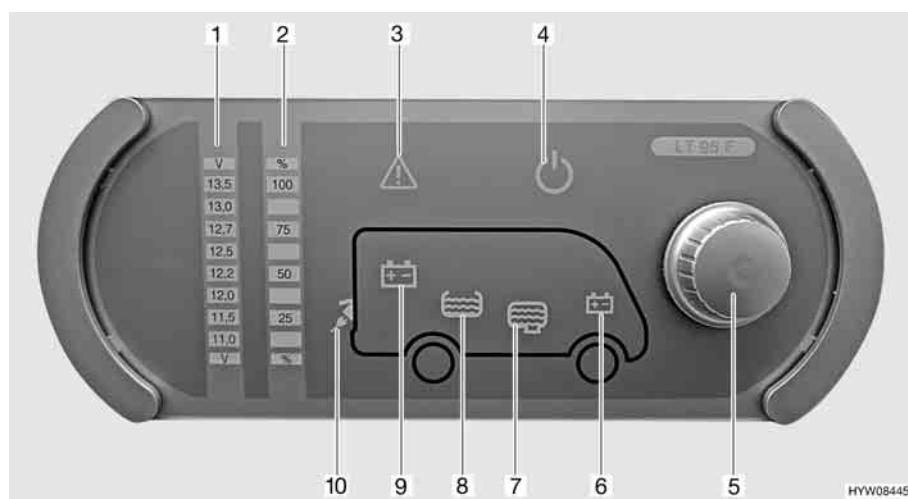

Fig. 96 Pannello di controllo (LT 95)
Il pulsante a rotazione (Fig. 96,5) inserisce o disinserisce il pannello di controllo e l'alimentazione a 12 V dell'abitacolo.
**Accensione:** ■ Premere il pulsante a rotazione (Fig. 96,5): L'alimentazione a 12 V dell'abitacolo è inserita. La spia di controllo a 12 V (Fig. 96,4) diventa verde.
**Spegnimento:** ■ Premere il pulsante a rotazione (Fig. 96,5): L'alimentazione a 12 V dell'abitacolo è disinserita. La spia di controllo a 12 V (Fig. 96,4) si spegne.
Mediante il pulsante a rotazione (Fig. 96,5) si possono interrogare sia la tensione della batteria dell'abitacolo che la tensione della batteria di avviamento. La tensione viene visualizzata sulla scala indicatore per la tensione della batteria (Fig. 96,1).
**Indicazione:** ■ Ruotare il pulsante a rotazione (Fig. 96,5), finché si accende il simbolo della batteria della quale deve essere interrogata la tensione.
Viene indicata la tensione della batteria dell'abitacolo (Fig. 96,9)
Viene indicata la tensione della batteria di avviamento (Fig. 96,6)
- Leggere la tensione sulla scala indicatore della tensione della batteria (Fig. 96,1).
Mediante il pulsante a rotazione (Fig. 96,5) si possono interrogare sia il livello del serbatoio dell'acqua che il livello del serbatoio delle acque grigie. Il livello viene visualizzato sulla scala indicatore livello dei serbatoi (Fig. 96,2).
*Indicazione:* ■ Ruotare il pulsante a rotazione (Fig. 96,5), finché si accende il simbolo del serbatoio del quale deve essere interrogato il livello.
Viene indicato il livello del serbatoio dell'acqua (Fig. 96,8)
Viene indicato il livello del serbatoio delle acque grigie (Fig. 96,7)
- Leggere il livello sulla scala indicatore del livello serbatoio (Fig. 96,2).
La spia luminosa Alarm (Fig. 96,3) lampeggia non appena i valori limite fissati vengono superati per eccesso o per difetto.
La spia luminosa Alarm (Fig. 96,3) lampeggia non appena la tensione della batteria scende al di sotto di 11 V. Se l'alimentazione a 12 V è accesa, si accende anche il relativo simbolo della batteria (Fig. 96,6 o 9), e l'indicatore "11,0" sulla scala indicatore della tensione della batteria (Fig. 96,1) lampeggia. Rischio di uno scaricamento totale della batteria.
La spia luminosa Alarm (Fig. 96,3) lampeggia ed il relativo simbolo del serbatoio (Fig. 96,7 o 8) si accende non appena il serbatoio dell'acqua è vuoto o il serbatoio delle acque grigie è pieno.
La spia di controllo a 230 V (Fig. 96,10) si accende quando all'ingresso della centralina elettrica è presente una tensione di rete.